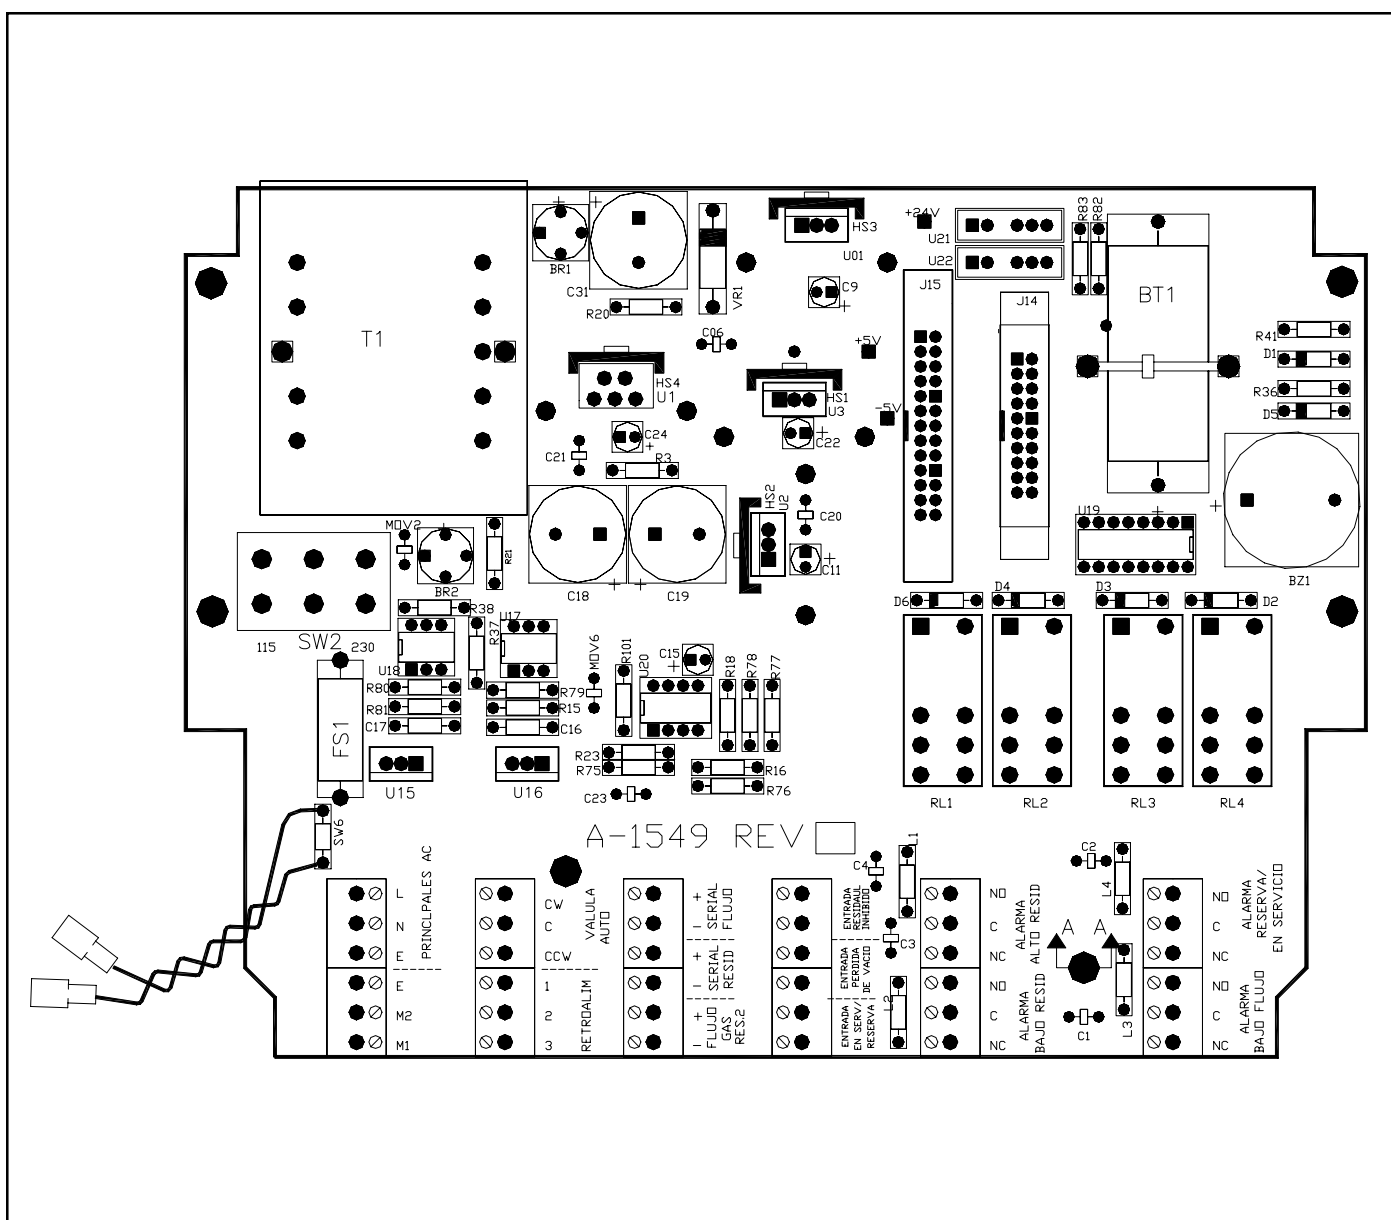

Figura 3 – Interruptor Voltaje de Línea y Terminales Cableado Serie 1450
- d. Mueva el interruptor selector deslizante hacia el voltaje que concuerda con su fuente de energía o voltaje (115 VAC o 230 VAC). Vea la Figura 3 y 4 para ubicar el interruptor.